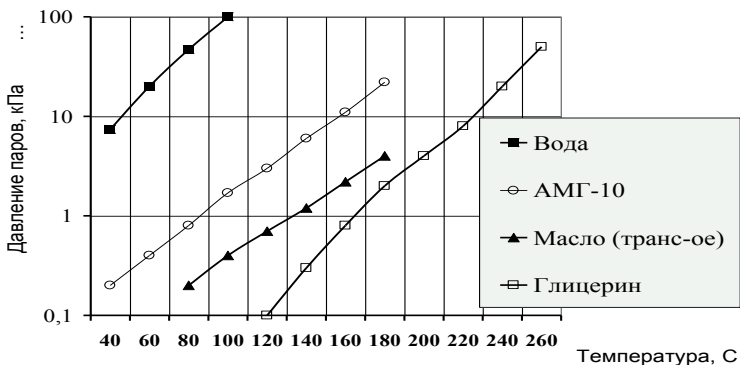

Рис. 10
3. Для измерения вакуума разделитель и прибор должны быть заполнены только с использованием вакуумного оборудования! При этом решающее значение имеет давление насыщенных паров жидкости при рабочей температуре. По достижении этого давления в процессе эксплуатации произойдет вскипание измерительной жидкости и процесс измерения будет прерван. Проблема усугубляется в случае высоких рабочих температур. Поэтому для надежной работы разделителя в этом случае необходимо применять жидкости с минимальным давлением насыщенных паров. Ниже приведены данные по давлению паров (в кПа) некоторых широко применяемых жидкостей (см. рис. 10).